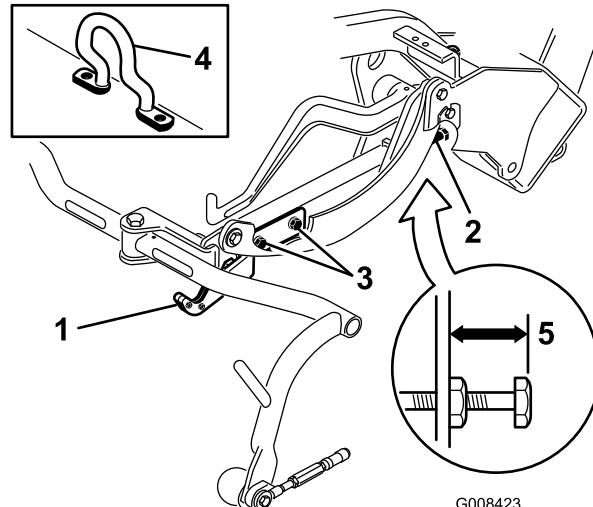
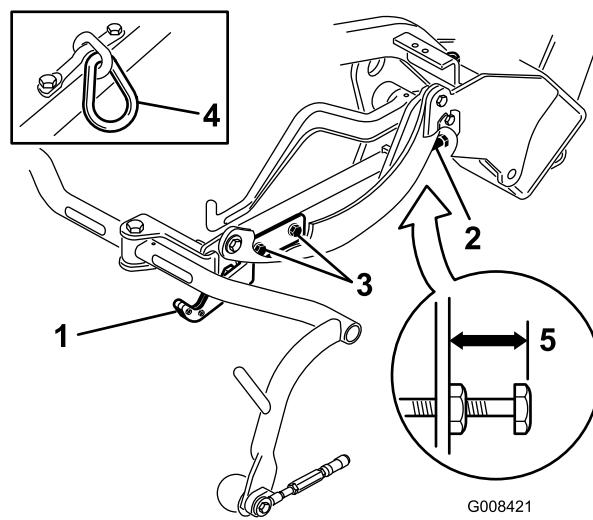
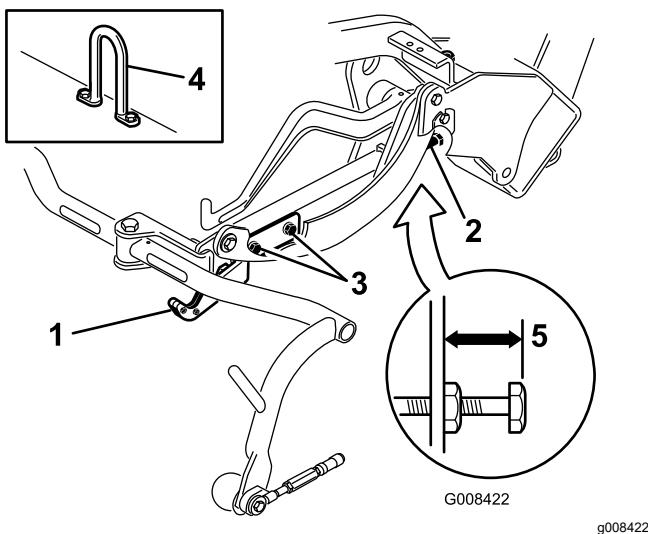

Figura 10
Figura 11
Figura 12
Verifique a altura de transporte (Figura 11 e Figura 12) e ajuste-a, se necessário.
2. Em unidades de corte equipadas com um gancho de elevação desviado (Figura 10, em destaque) verifique se a distância a partir da parte superior do parafuso de ajuste da estrutura de suporte até à parte posterior da estrutura de suporte é de 25 mm. Se a distância não for de 25 mm, avance para o passo 4.
3. Em unidades de corte equipadas com um elo de corrente ou um cilindro de elevação reto (Figura 11 e Figura 12, em destaque) verifique se a distância a partir da parte superior do parafuso de ajuste da estrutura de suporte até à parte posterior da estrutura de suporte é de 22 mm. Se a distância não for de 22 mm, passe ao passo 4. Se a unidade de corte estiver equipada com uma articulação de elevação desviada (Figura 10), avance para o passo seguinte.
4. Desaperte os parafusos de montagem da placa de transporte (Figura 11, Figura 12 e Figura 10).
7. Se as estruturas de suporte não estiverem à mesma altura, desaperte a porca de bloqueio no parafuso de ajuste da estrutura de suporte (Figura 10, Figura 11 e Figura 12). Rode o parafuso para fora para elevar e para dentro para descer. Aperte a porca de retenção após ajustar a altura devida.